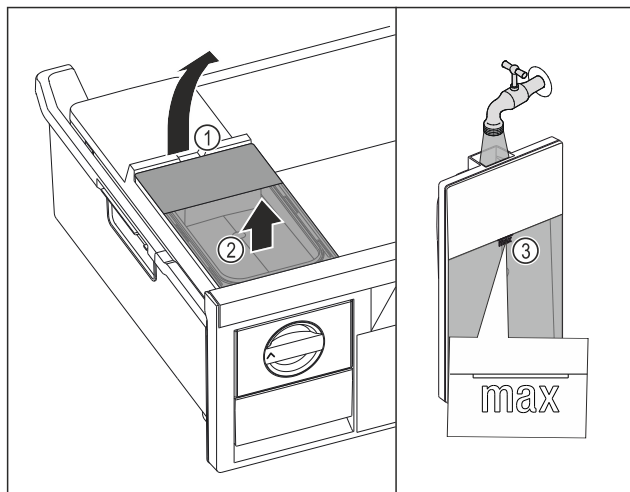

Fig. 123
- Watertank aan de uitsparing Fig. 123 (1) optillen.
- Watertank naar boven toe verwijderen. Fig. 123 (2)
- Watertank tot de markering Fig. 123 (3) vullen met drinkwater.